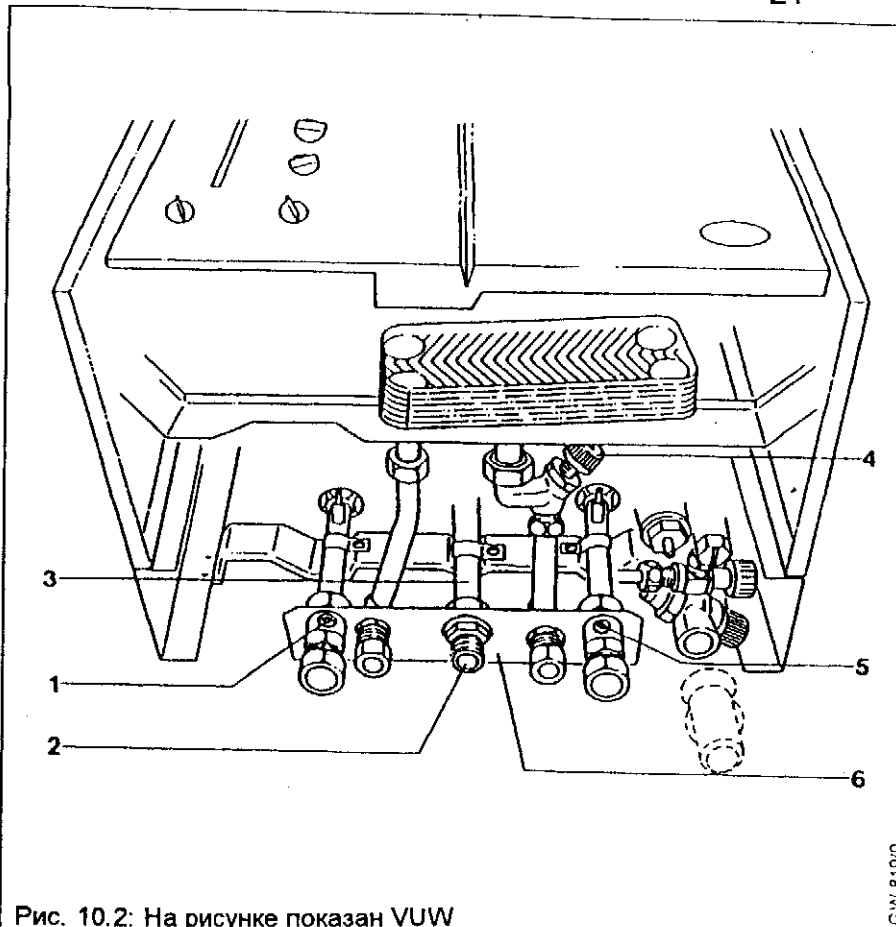

Рис. 10.2: На рисунке показан VUW
10.2.2 Отключение прибора (рис. 10.2)
- Отвернуть газовый запорный кран (2)